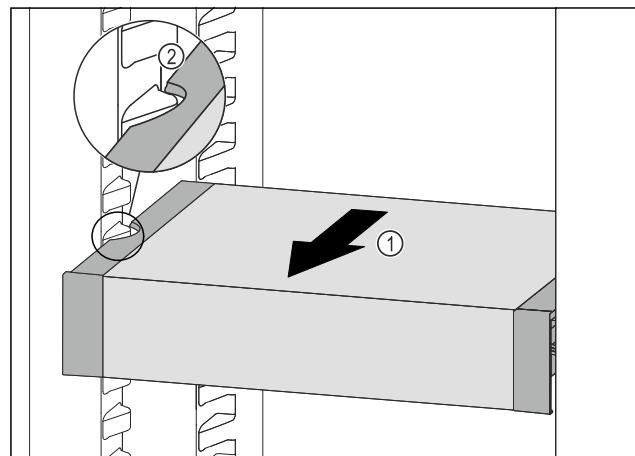

Fig. 96
- VarioSafe nach vorne ziehen Fig. 96 (1), bis sich die seitlichen Aussparungen des VarioSafe-Schubfachs auf Höhe der Behälterrippe im Kühlteil befinden. Fig. 96 (2)